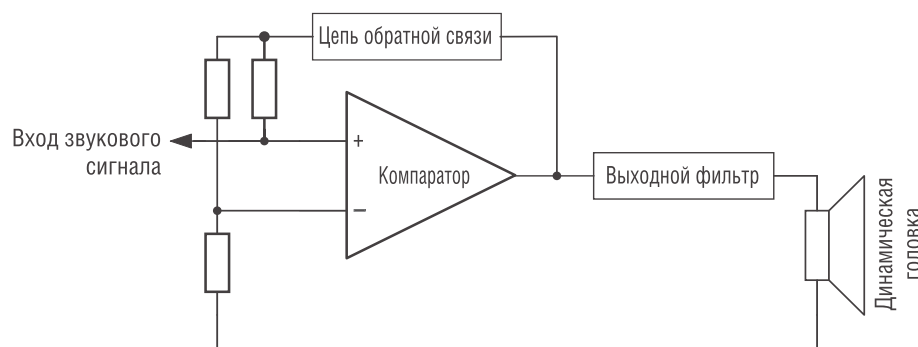

Рис. 3. Структурная схема самоосциллирующего усилителя класса D
- 2) Самоосциллирующие усилители (рис. 3);